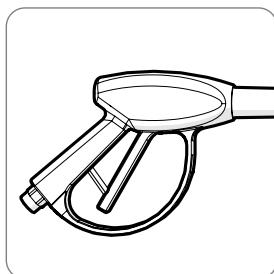

Fig. 6
- Vérifiez que le commutateur à gâchette sur la lance à injection est en position verrouillée. (**Fig. 6**)